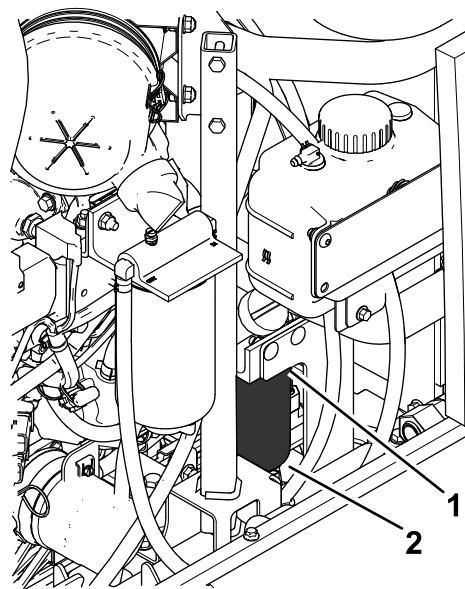

Рисунок 44
- Очистите поверхность вокруг головки топливного фильтра (Рисунок 44).
- Снимите фильтр и очистите монтажную поверхность головки фильтра (Рисунок 44). **Примечание:** Для очистки головки фильтра используйте чистую ткань.